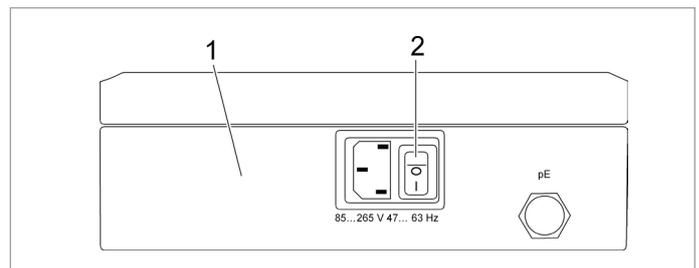

Abb. 13 ELK 02 einschalten
1. ELK 02 am Ein-/Ausschalter (Abb. 13/2) der Regelungseinheit (Abb. 13/1) einschalten.